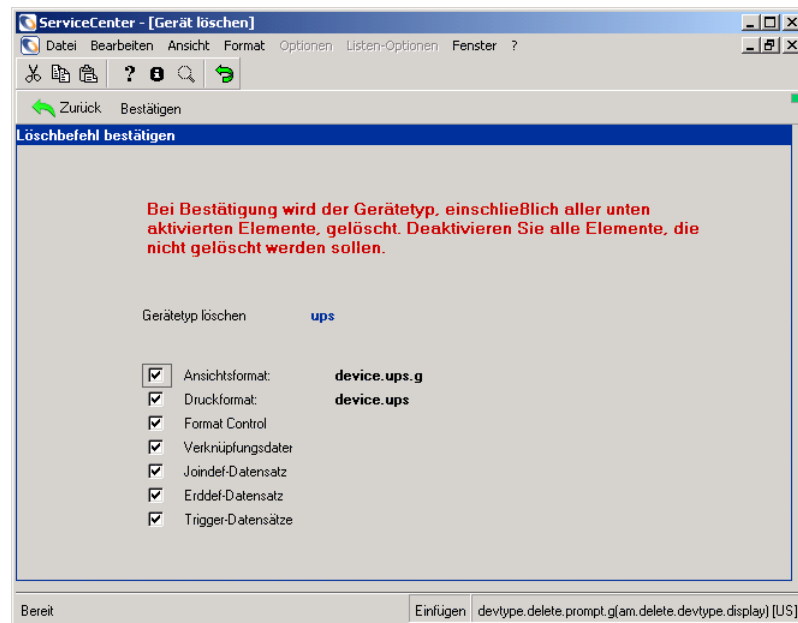

Abbildung 7-28: Formular „Löschbefehl bestätigen“
- 6 Abbildung 7-28 zeigt das Formular **Löschbefehl bestätigen**.